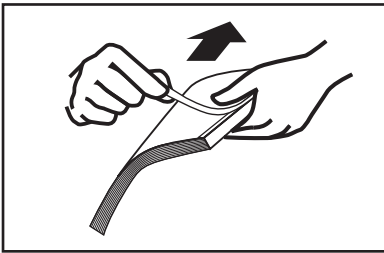

ABBILDUNG 15
6. Nehmen Sie Ihr gebundenes Dokument aus dem Kühlständer und ziehen Sie den Streifen der Vorderseite am Binderücken ab (siehe Abbildung 15). Wenn die Folie sich noch nicht leicht ablösen lässt, könnte das Buch noch zu warm sein. In diesem Falle stellen Sie es zurück in den Kühlständer und versuchen Sie es nach ein paar Minuten erneut.